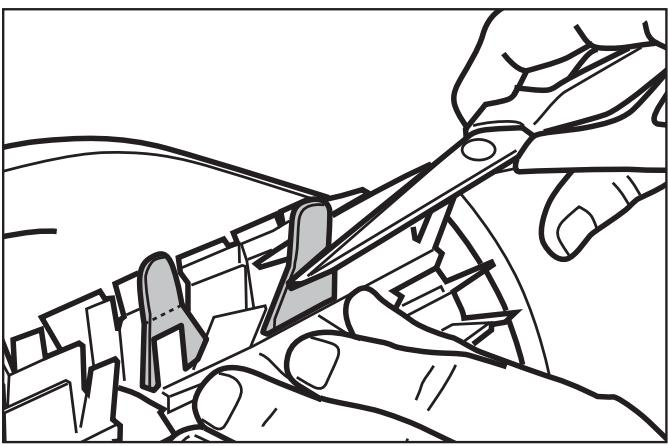

Figura 28. Corte las trabillas
- Use tijeras para cortar las trabillas, de modo que no queden más altas que las puntas (vea la figura 28).